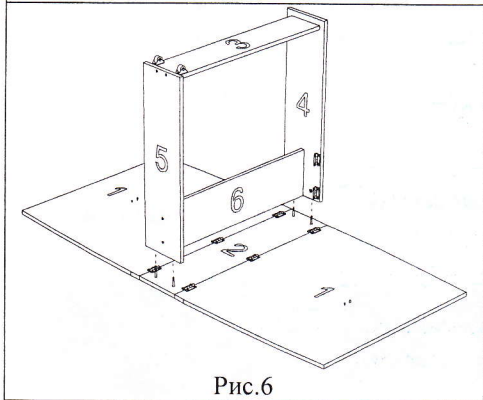

Рис. 6
6. Соединить полученную конструкцию с деталью №2, затянув эксцентриковые стяжки до упора по часовой стрелке. Для этого штоки эксцентриков, закреплённые на детали №2, должны попасть в соответствующие отверстия в торцах деталей №4 и №5 (см. рис. 6).